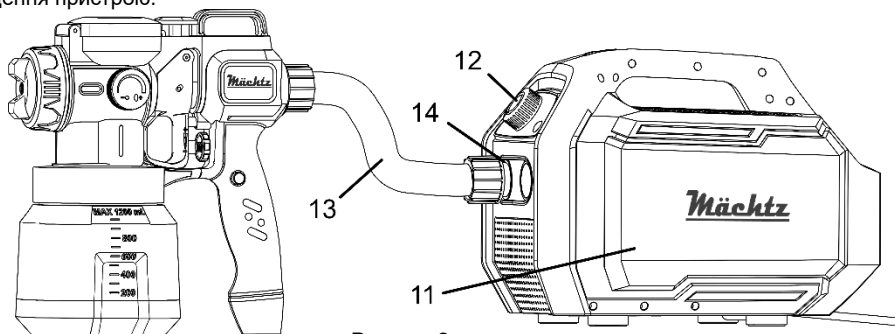

Рисунок 2
- Під'єднайте з'єднувальний повітряний шланг (13, рисунок 2) до лівого отвору нагнітального блоку (14, рисунки 1 і 2) і пістолета.